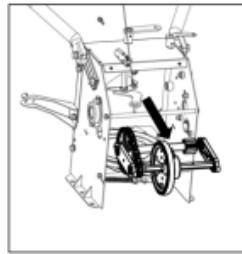

Figure 26
5. Tirez sur l'arbre hexagonal en force, puis retirez l'ensemble arbre hexagonal et arbre de transition. Voir la figure 26.